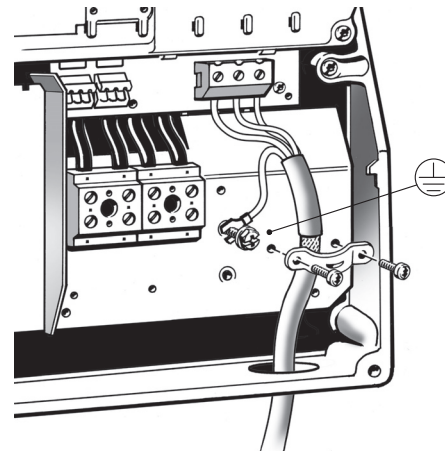

Fig. 24 Raccordement moteur, B1 et B2
1. Raccorder le conducteur de terre à la borne 99 (PE). Voir fig. 24.
2. Raccorder les conducteurs du moteur aux bornes 96 (U), 97 (V), 98 (W).